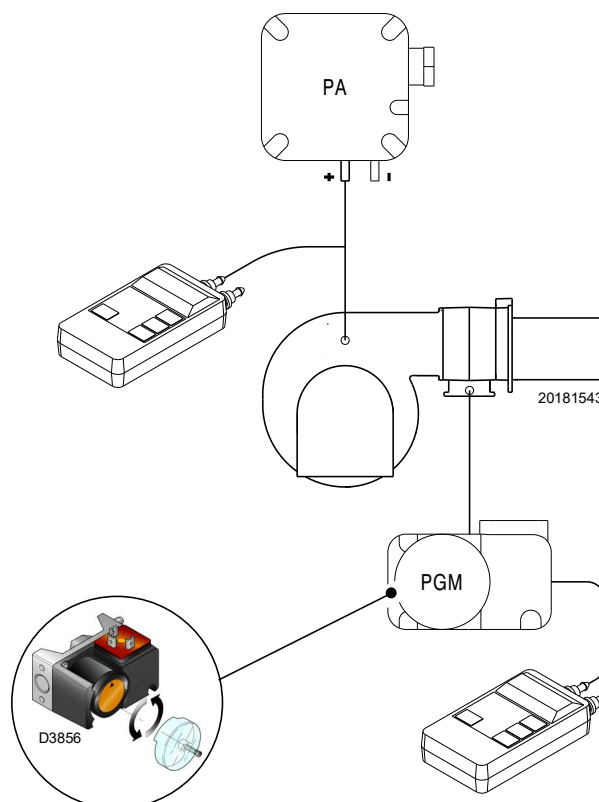

Fig. 30
- Régler le pressostat gaz maximum (Fig. 30 à la page 33) en début d'échelle.
Effectuer le réglage du pressostat gaz seuil maximum (Fig. 30) après avoir effectué tous les autres réglages du brûleur avec le pressostat gaz seuil maximum réglé en fin d'échelle.